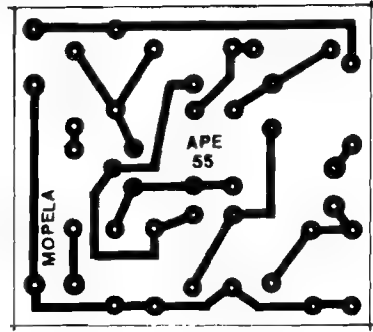

Fig.2
**- FIG. 2 - LAY OUT DO CIRCUITO IMPRESSO ESPECÍFICO** - A plaquinha não tem um padrão muito complexo de ilhas e pistas, mesmo porque a quantidade de componentes é baixa, permitindo razoável "descongestionamento" (e ainda assim mantendo as dimensões finais suficientemente pequenas para que não fique complicada a eventual "multiplicação" dos módulos, conforme já sugerido...). Estando a figura em tamanho natural, torna-se fácil copiar diretamente o padrão, com carbono, sobre a face cobreada de uma plaqueta de fenolite nas convenientes dimensões... Os processos convencionais de traçagem, corrosão, limpeza e furação devem então ser sua sequência, terminando por uma rigorosa conferência, na qual devem ser atentamente buscados lapsos, falhas, "curtos" e todo e qualquer defeitinho, que deve ser corrigido antes de se iniciar a inserção e soldagem dos terminais de componentes... Dois encartes permanentes de APE, as **INSTRUÇÕES GERAIS PARA AS MONTAGENS** e o **TABELÃO APE** (ambos sempre colocados nas primeiras páginas da Revista...) devem ser consultados pelo Leitor/Hobbysta novato, na busca de importantes subsídios práticos, conselhos, "dicas" e "macetes" relacionados ao bom aproveitamento da técnica de montagem em Circuito Impresso, e também no próprio "reconhecimento" dos componentes, seus valores, terminais, códigos, polaridades, etc. No mais, as ilustrações que acompanham as descrições dos Projetos publicados em APE são sempre muito claras, estilizadas segundo normas que desenvolvemos ao longo dos anos, sempre visando **transmitir** com grande perfeição a disposição física das montagens e componentes, bem como suas interligações...